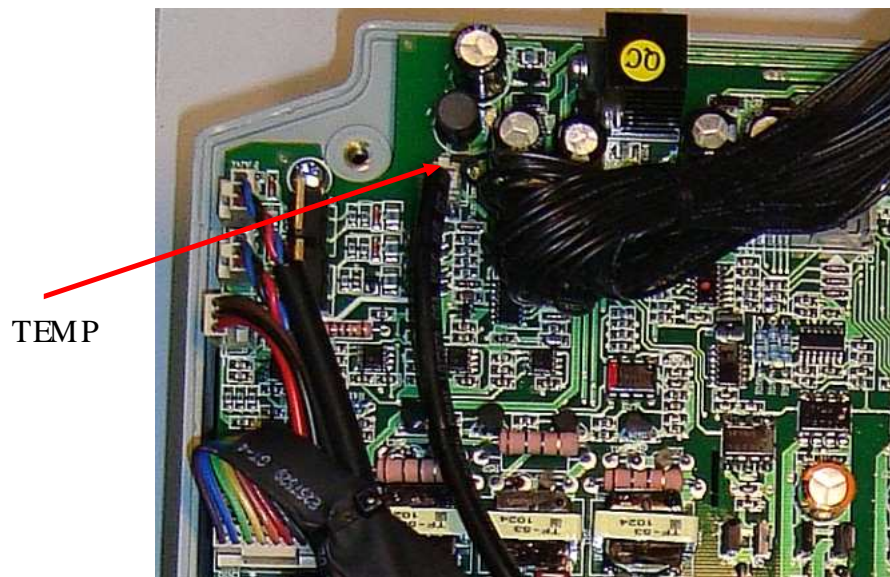

Рис. 4.23. Расположение разъема TEMP
- 4.10.7. Отсоединить от платы драйверов розетку разъема термодатчика TEMP (рис. 4.23).